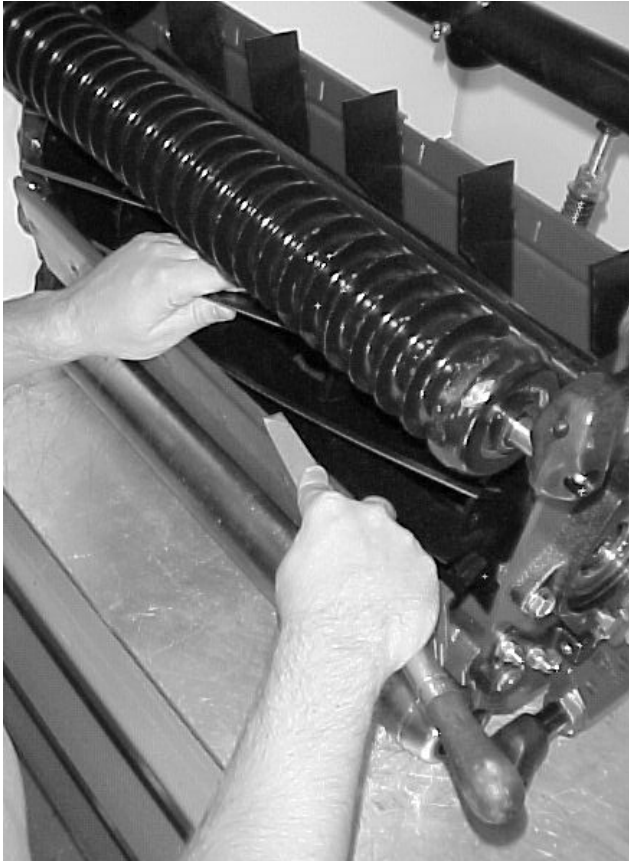

Figure 73
11. Lorsque le plateau de coupe est correctement affûté, une bavure se forme sur l'arête avant de la lame. À l'aide d'une lime, éliminez la bavure avec précaution, sans émousser le tranchant de la lame (Fig. 73).